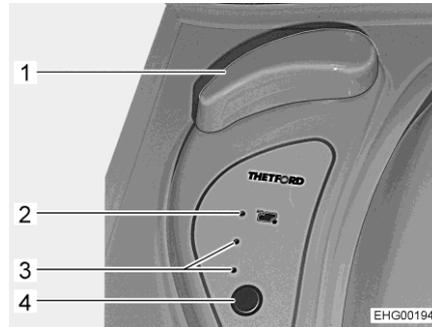

Fig. 168 Elementos de mando del inodoro
Abrir la corredera: ■ Girar el tirador giratorio (Fig. 168,1).
Cerrar la corredera: ■ Girar el tirador giratorio (Fig. 168,1) de retorno.
Lavado: ■ Antes del lavado, abrir la corredera del inodoro Thetford. Para ello, girar el tirador giratorio (Fig. 168,1).
■ Para lavar, pulsar el botón del inodoro azul (Fig. 168,4).
■ Tras el lavado, cerrar la corredera. Para ello, girar el tirador giratorio (Fig. 168,1) de retorno.
Las luces de control (Fig. 168,3) indican el nivel de llenado del depósito de aguas fecales. Si está encendida la luz de control roja (Fig. 168,2), deberá vaciarse el depósito de aguas fecales.